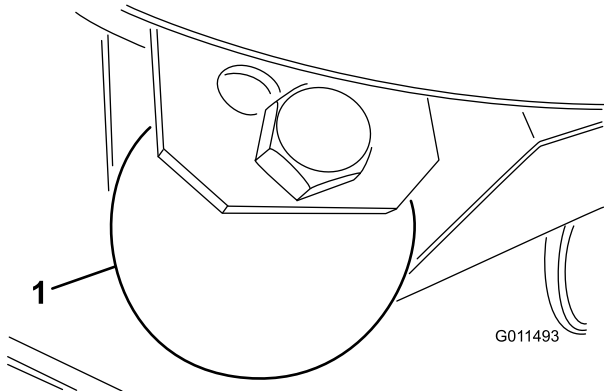

Figura 26
1. Rimuovete il bullone e il dado che fissano la ruota limitatrice alle staffe dell'apparato di taglio (Figura 26).